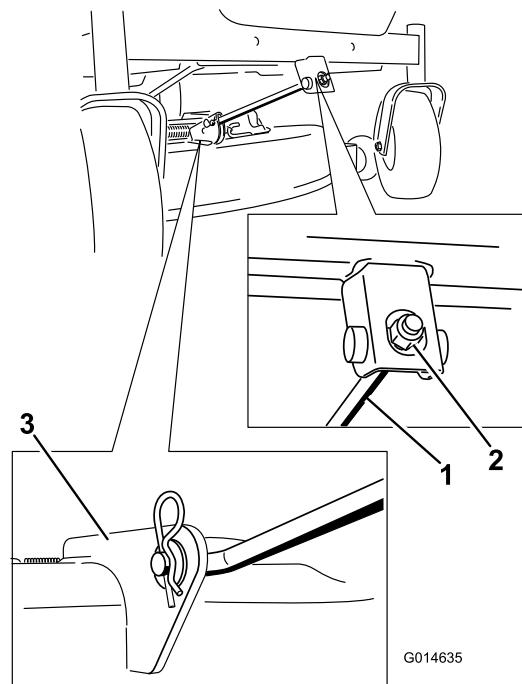

Figure 66
6. Fixez la tige de support avant au plateau de coupe à l'aide de l'axe de chape et de la goupille fendue (Figure 66).